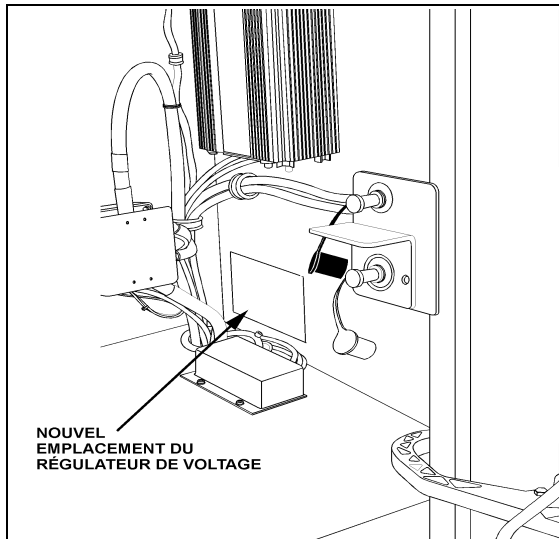

Figure 4 : emplacement du régulateur de voltage
9. Enlever le régulateur de voltage et relocaliser sur le mur droit en dessous de l'égalisateur de batterie "Battery Equalizer" (figure 4) de la façon suivante: